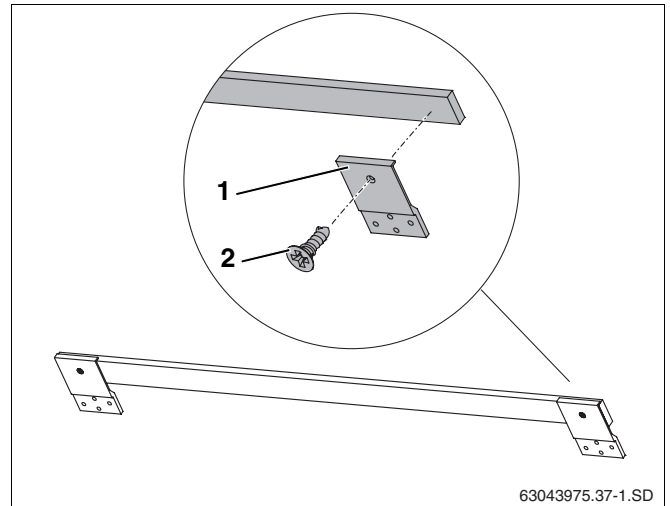

Fig. 10 Montar previamente as protecções contra deslizamento na régua de madeira
Para a montagem horizontal devem ser fixadas 3 protecções contra deslizamento (fig. 10, **item 1**) a uma régua de madeira (2 nas extremidades, 1 no centro).
- ▶ Fixar, respectivamente, duas protecções contra deslizamento (fig. 10, **item 1**) à extremidade da régua de madeira fornecida, com parafusos 4 x 10 (fig. 10, **item 2**).